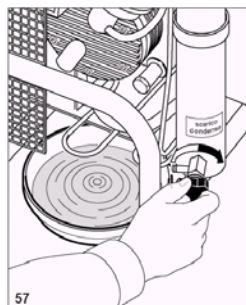

Рис. 9.
2. Слить конденсат из фильтрующей системы (рис. 9).